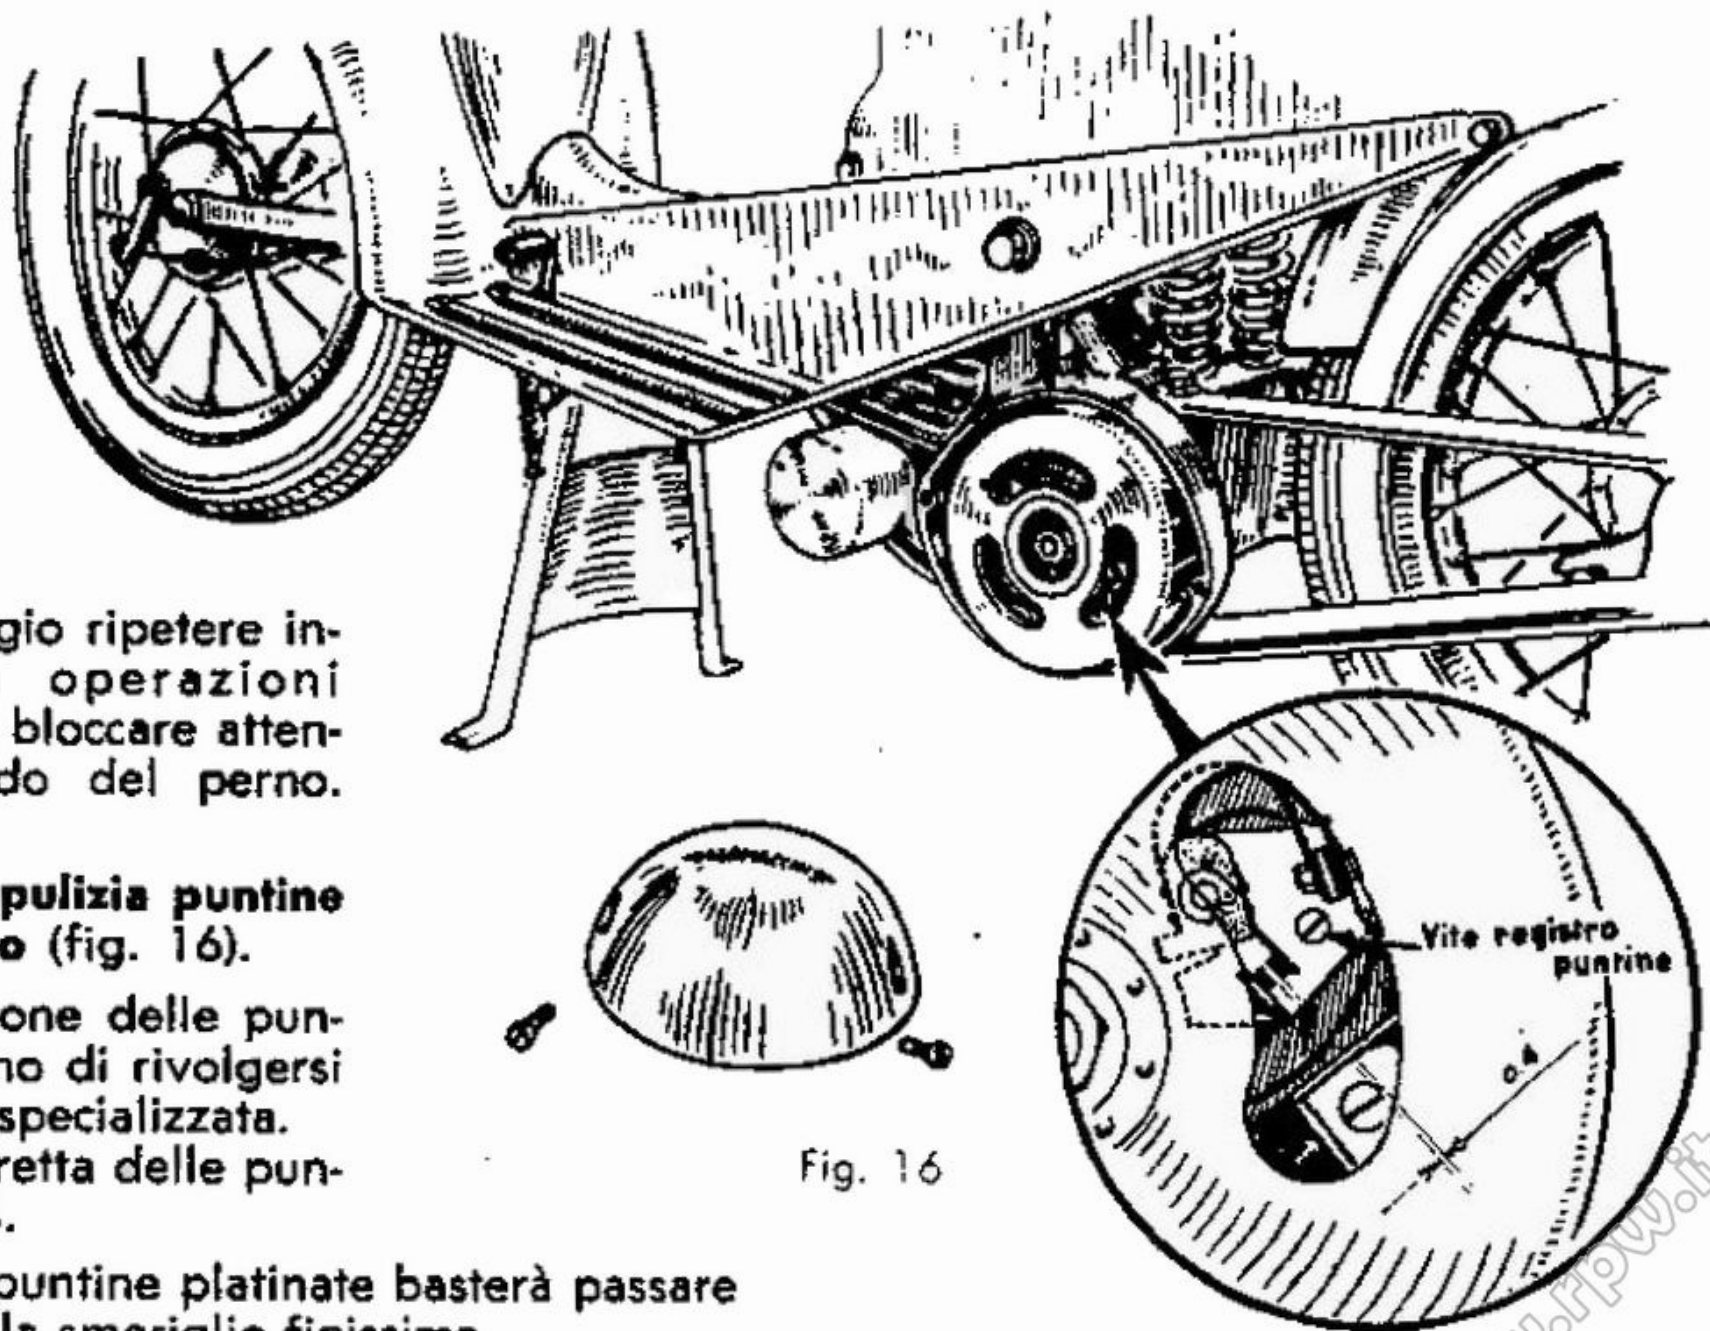

Fig. 16
12) **Regolazione e pulizia puntine magnete volano (fig. 16).**